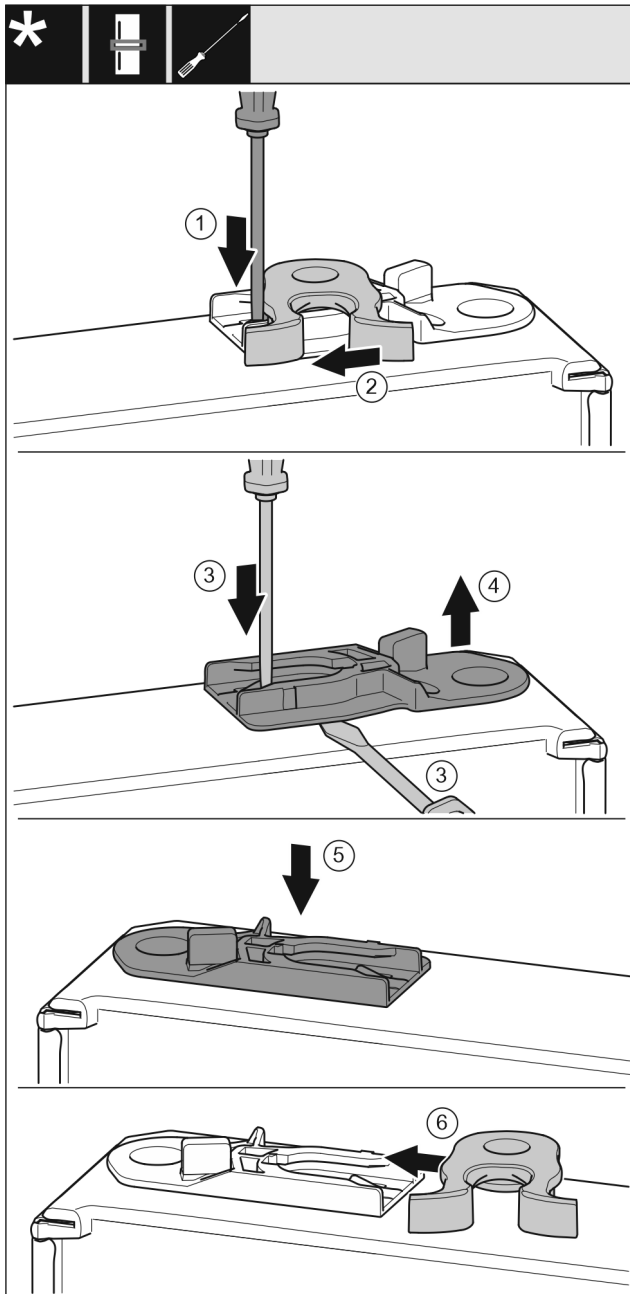

Fig. 18
- ▶ Spustelėkite antdėklą išdrožiniu atsuktuvu žemyn. Fig. 18 (1)
- ▶ Ištraukite uždarymo kablį iš kreipiklio. Fig. 18 (2)
- ▶ Ištraukite kreipiamąją įvorę: spustelėkite antdėklą išdrožiniu atsuktuvu ir tuo pačiu metu pakiškite išdrožinį atsuktuvą po kreipiamąją įvorę. Fig. 18 (3, 4)
- ▶ Komplektacijoje esančią kreipiamąją įvorę įstumkite kitoje korpuso pusėje. Fig. 18 (5)
- ▶ Įstumkite uždarymo kablį į kreipiklį. Fig. 18 (6)